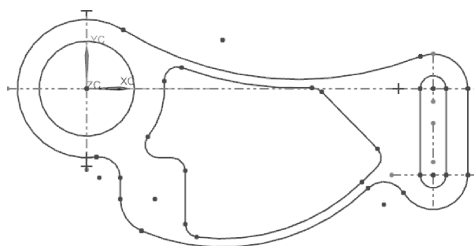

图 2-88 修剪图形
- 单击【快速修剪】按钮, 修剪图形, 结果如图 2-88 所示。